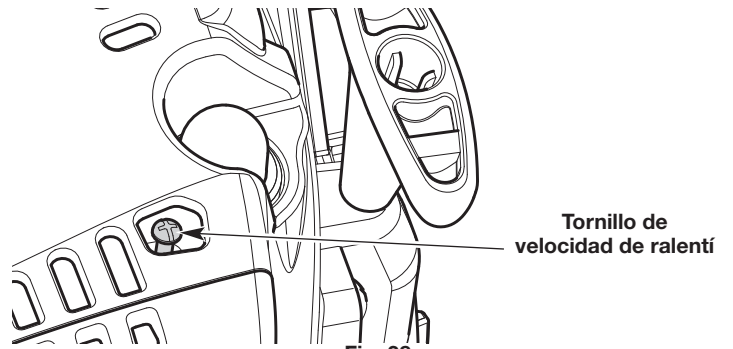

Fig. 38
- Si el motor se para, aumente la velocidad de ralentí. Use un destornillador Phillips pequeño para girar el tornillo de velocidad de ralentí en el sentido de las agujas del reloj, 1/8 de giro cada vez hasta que el motor funciona al ralentí de manera uniforme (Fig. 38).
- Si el cabezal de corte gira cuando el motor funciona al ralentí, reduzca la velocidad de ralentí. Gire el tornillo de velocidad de ralentí en el sentido contrario de las agujas del reloj, 1/8 de giro cada vez, hasta que se detenga el cabezal de corte (Fig. 38).